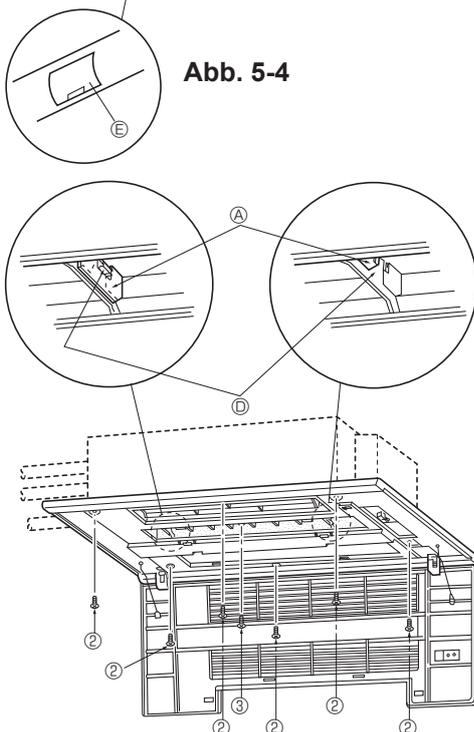
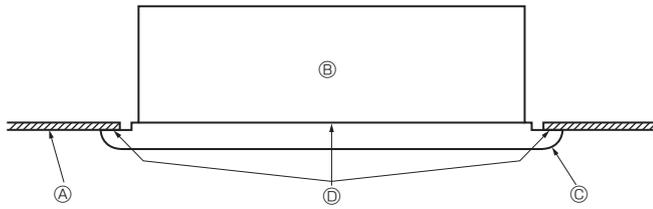

Abb. 5-5
Abb. 5-6
- Die Frontplatte so befestigen, dass sie einwandfrei im Winkel zwischen der Decke und der Wand sitzt, und die Sicherungsschrauben ② (mit dem vorliegenden Gitter mitgeliefert) an den vier dafür vorgesehenen Stellen links und rechts installieren, wobei diese Schrauben noch leicht gelockert bleiben müssen. (Abb. 5-5)
- Danach die Befestigungsbolzen ② und die Befestigungsschrauben ③ an den drei Stellen in der Mitte anziehen.
- Zum Schluss die Befestigungsbolzen ② an den vier Stellen links und rechts anziehen.
- An dieser Stelle dafür sorgen, dass zwischen der Innenanlage und der Frontplatte sowie zwischen der Frontplatte und der Deckenfläche keine Lücken entstanden sind. Wenn Lücken entstanden sind, kann dort Wind eindringen und Wasser heruntertropfen (Abb. 5-6).
[Abb. 5-5]
### 5.4. Überprüfungen nach der Installation (Abb. 5-6)